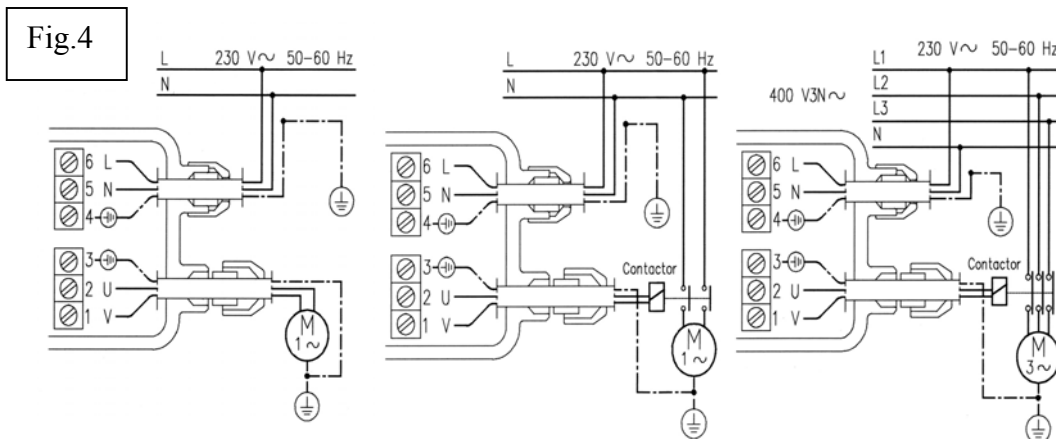

Fig.4
- Effectuer les connexions électriques selon les schémas de la Fig. 4.